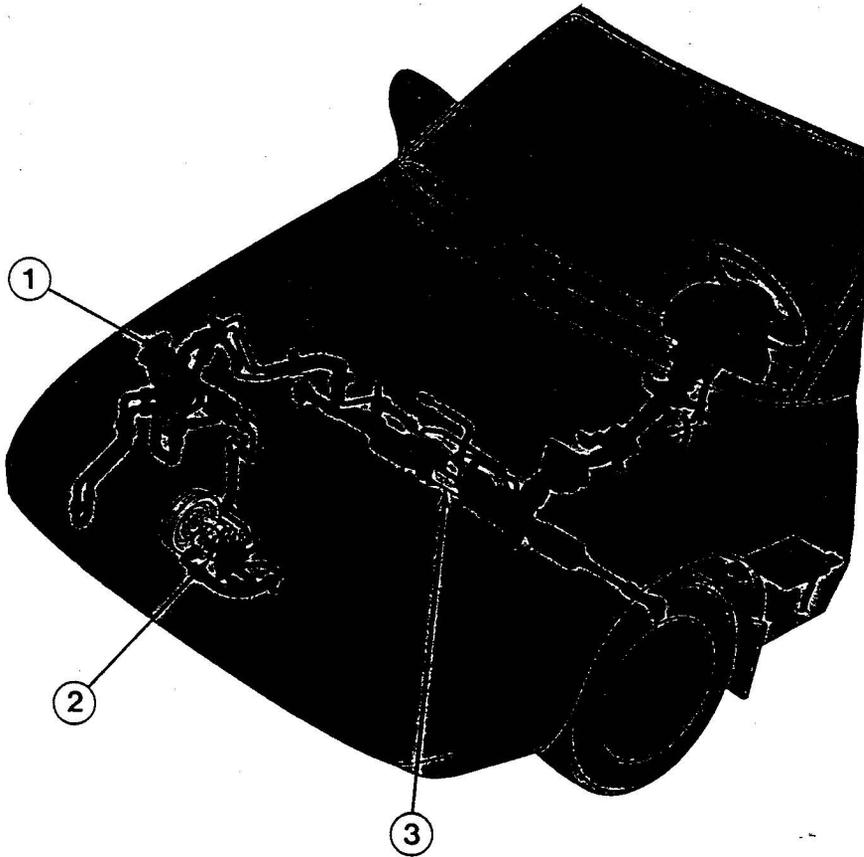

Bild 13/1 Lenkhilfe-System
- Die Unterstützung ist abhängig von Geschwindigkeit und Lenkradeinschlagwinkel und wird vom Regelventil (Bild 13/2) bestimmt.